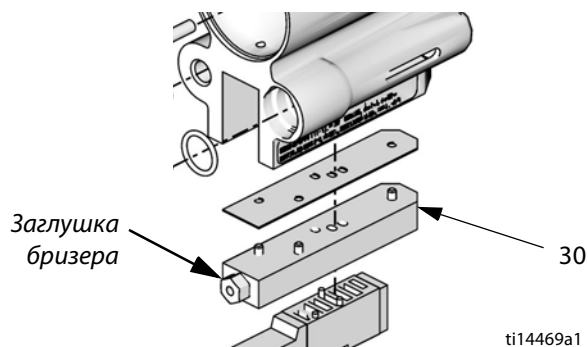

Рис. 18. Заглушка бризера
Снимите и очистите заглушку бризера с помощью подходящего растворителя. См. информацию о конструкционных материалах в разделе **Технические данные**, стр. 59. Заглушка бризера является частью блока соленоидного коллектора (30). См. Рис. 18. Используйте N-метилпирролидон (NMP), Dynasolve CU-6, Dzolv или другие подобные материалы, чтобы размягчить затвердевший материал. Нанесение тонкого слоя смазки облегчит последующую очистку. Затяните заглушку бризера с усилием 3,89–4,82 Н•м (30–40 дюймофунтов).